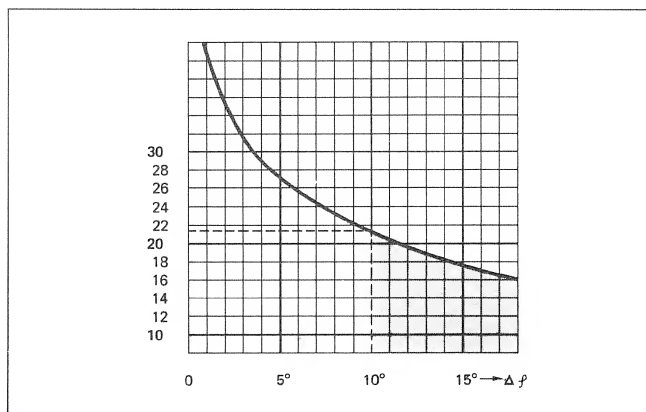

Fig.5.11
8. Fuer die Ermittlung der Phasenwinkel-Differenz gemass Fig.5.11 ist die Pegeldifferenz Ps-Pd zu bilden. Die vorhandene Phasenwindeldifferenz kann aus dieser Kurve herausgelesen werden.